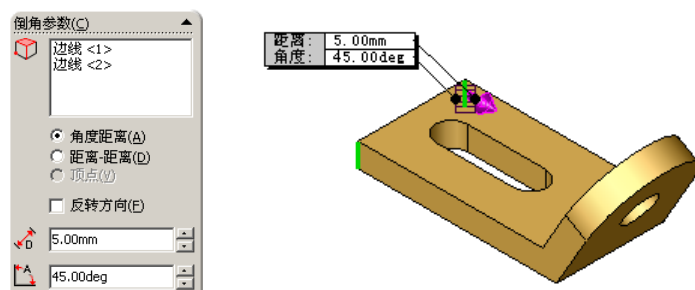

图 1-10 “倒角”特征
(10) 单击【倒角】按钮，出现【倒角】属性管理器，选择“边线 1”和“边线 2”，选中【角度距离】单选按钮，在【距离】文本框内输入“5mm”，在【角度】文本框内输入“45°”，单击【确定】按钮，如图 1-10 所示。